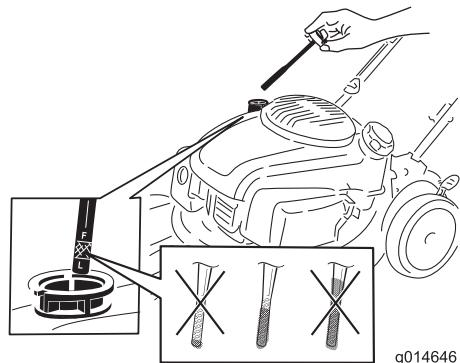

Figure 5
1. Retirez la jauge (Figure 5).
2. Versez de l'huile **lentement** dans le goulot de remplissage pour faire monter le niveau jusqu'au repère du plein (Full) sur la jauge (Figure 5). **Ne remplissez pas excessivement.** (Remplissage max. : 0,65 L (22 oz), type : huile détergente 10W-30 ou SAE 30 de classe de service API SJ ou supérieure.)
Remarque: Chaque fois que vous vérifiez le niveau d'huile, sortez la jauge et essuyez-la sur un chiffon propre, remettez-la dans le goulot de remplissage (**sans la visser**), puis ressortez-la et vérifiez le niveau (Figure 5).